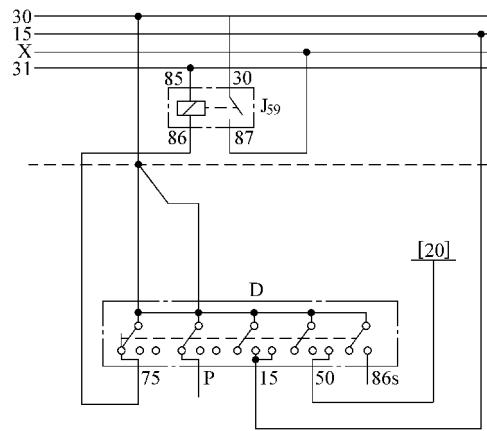

图 11-7 大众汽车电源电路
(1) 接点标记具有固定的含义 在电路图中经常遇到接点标记的数字及字母，它们都具有固定的含义。如图 11-7 所示，大众系列轿车电气线路的电源正极分成“30”、“15”、“X”、“50”、“P”四路电源线，标有“31”字样的导线为搭铁线。